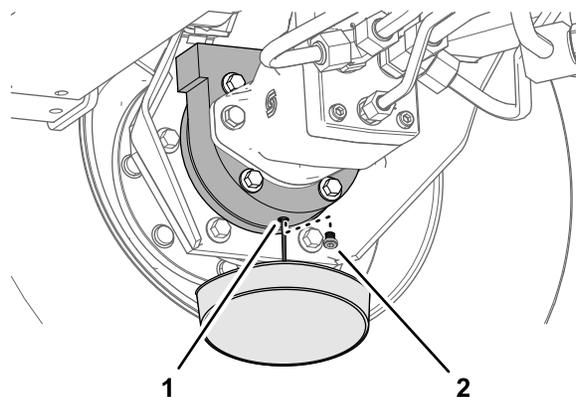

Figure 61
6. Placez un bac de vidange sous le carter de frein, enlevez le bouchon de vidange et vidangez toute l'huile (Figure 61).